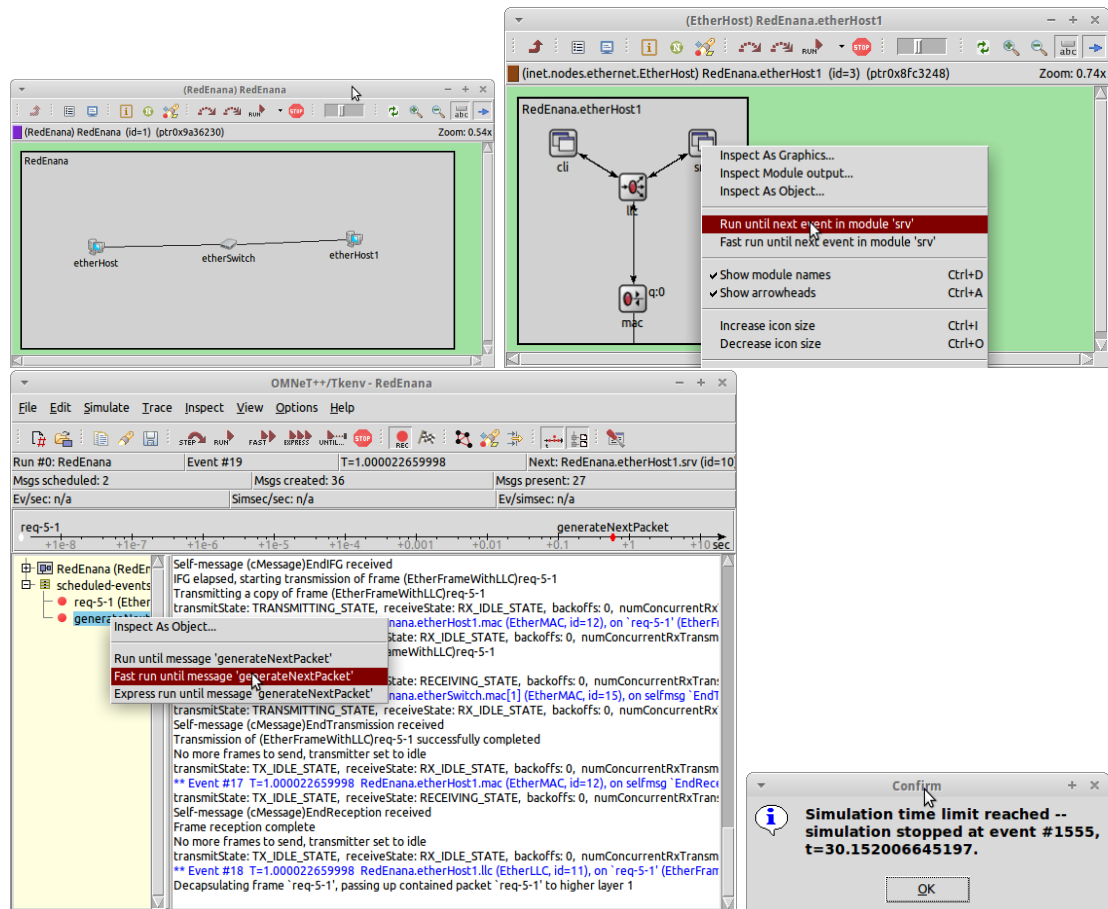

Figura 9: Pasos de la simulación gráfica del ejercicio 4.
Podemos navegar (doble clic) sobre cualquiera de los módulos y submódulos del escenario para explorar su contenido durante las simulaciones parciales lo que permitirá, además, hacer un seguimiento visual de los eventos a medida que se van produciendo. La figura 9 muestra algunos de los pasos de la simulación. Así, para familiarizarse con el uso del entorno, se propone el siguiente ejercicio (el alumno lo puede examinar también por su cuenta o ejecutar tantas simulaciones como desee).
Haciendo doble clic en cualquiera de los módulos compuestos podemos visualizar la simulación en su interior (algunos de los pasos descritos se muestran en la figura 9):
- Cuando termines de hacer pruebas pulsa el botón “Express” y la simulación terminará cuando el marcador “t” (junto a la línea de eventos, figura 9 inferior) llegue al valor de tiempo indicado en la configuración, que en nuestro caso es de 5 segundos.